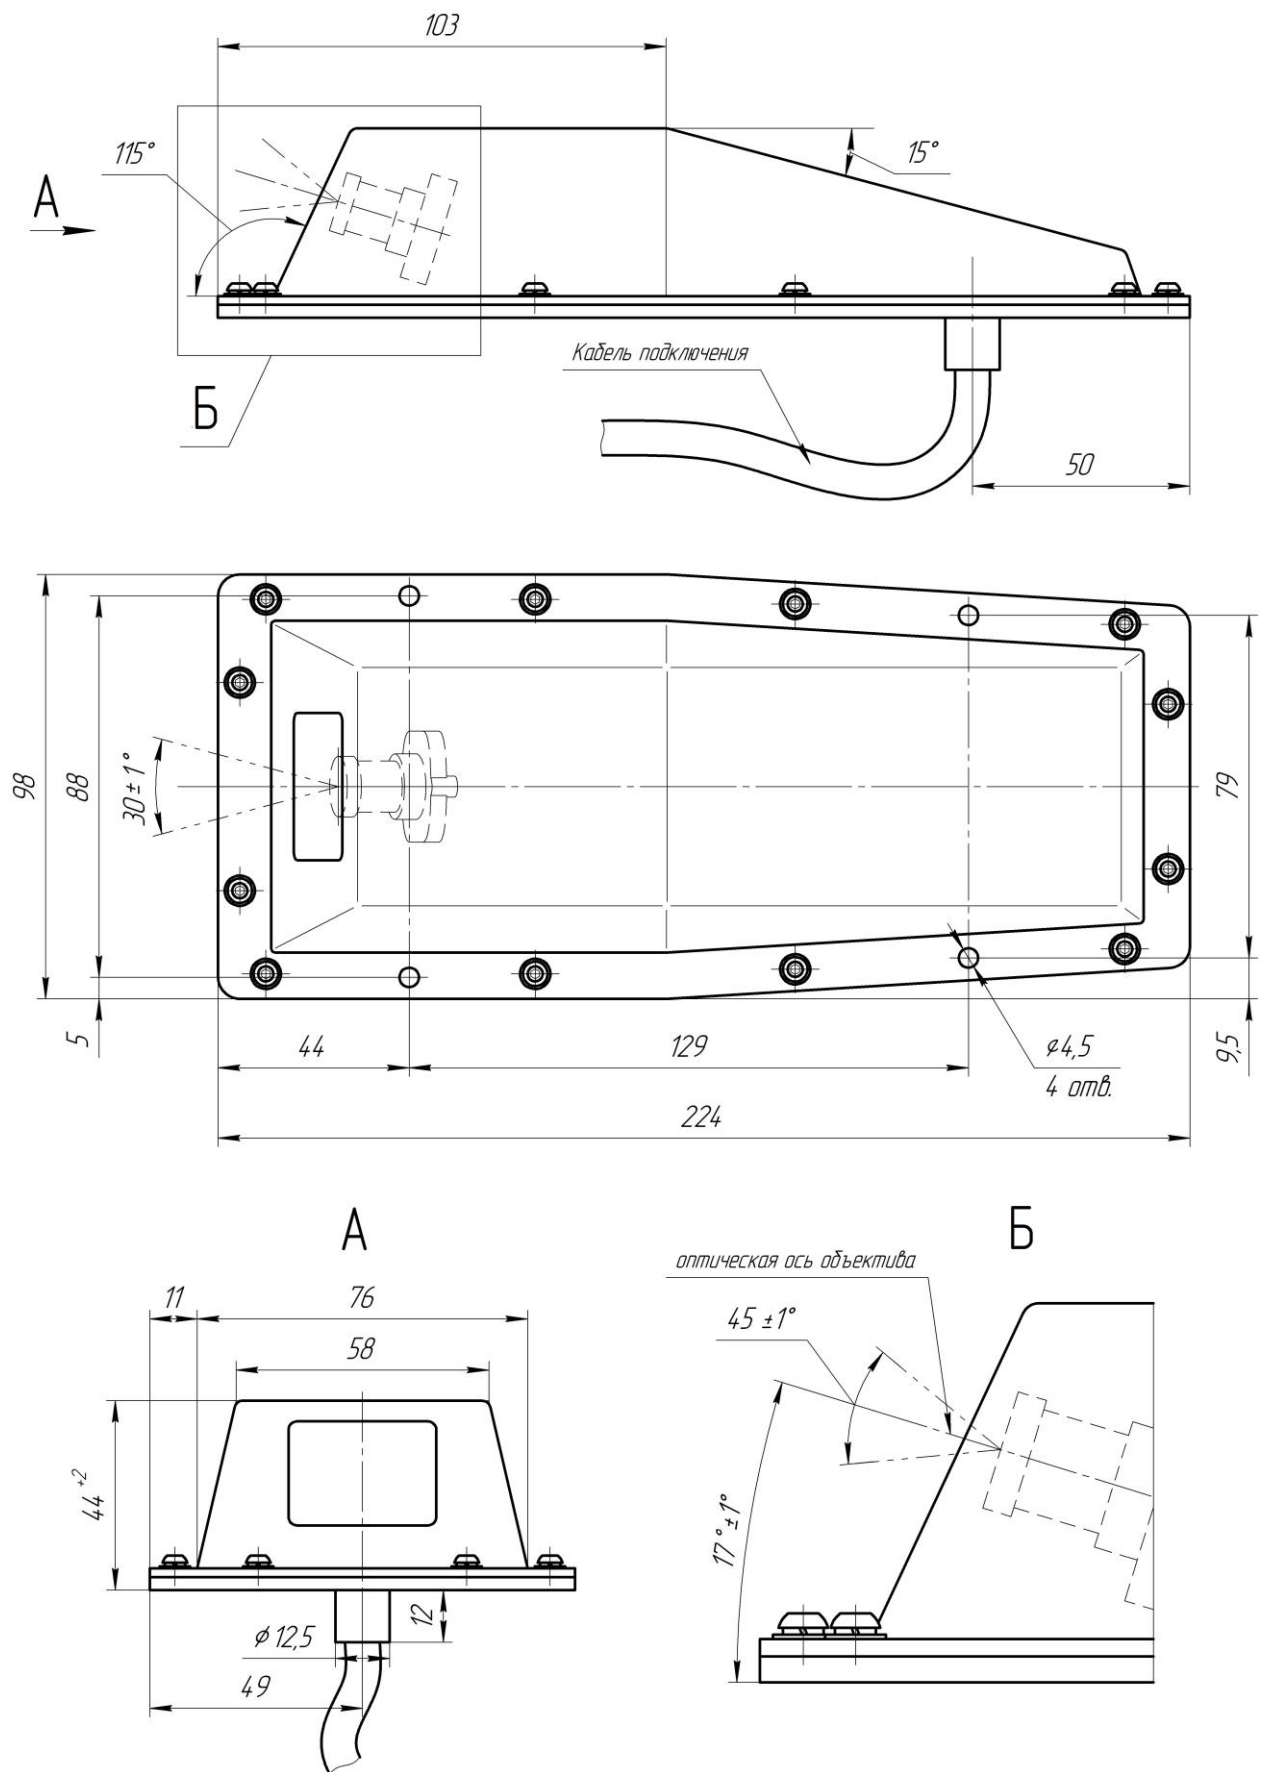

Рис.1 Габаритные и установочные размеры камеры видеонаблюдения
4.1 Камера видеонаблюдения К-4 размещена в металлическом корпусе, предназначенном для закрепления снаружи вагона. (см. рис.1).